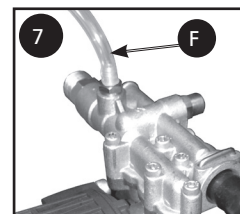

Figure 19
Application des produits chimiques/solvants de nettoyage (Fig. 19)
1. Poussez le boyau de produit chimique (Figure 19) dans le raccord cannelé, près du point de connexion du boyau à haute pression de la pompe, tel qu'illustré.